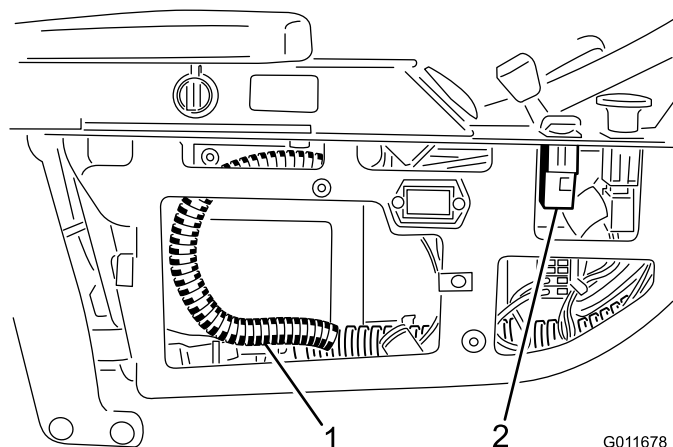

Figura 14
3. Scollegate il connettore del cablaggio dall'interruttore "2WD/4WD" (Figura 14).